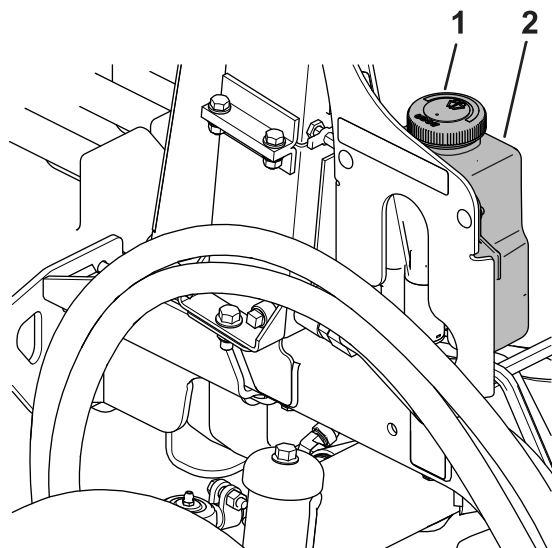

Figure 91
- Enlevez le bouchon (Figure 91) du réservoir.